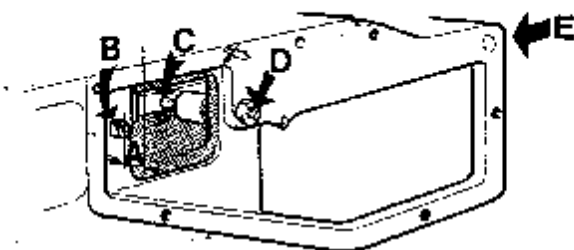

Abb. 42 Messung des Regelstangenweges, MD3B
2. Den Abstand zwischen der Anliegefläche und der Regelstange messen, wobei die Stange in Höchstlage stehen soll. **Achtung!** Die Kaltstartvorrichtung darf bei der Messung nicht eingeschaltet sein. Damit das richtige Maß bei MD3B erhalten wird, muß zuerst Druckluft (etwa 1 kp/cm²) am Anschluß E angeschlossen werden, siehe Abb. 42.
3. Der Unterschied zwischen den beiden gemessenen Werten soll für MD1B: $9,1 \pm 0,1$ mm, MD2B: $8,8 \pm 0,1$ mm und MD3B: $8,2 \pm 0,1$ mm betragen. Den Regelstangenweg wenn erforderlich durch Verstellen der Stellschraube (D Abb. 42) einstellen.